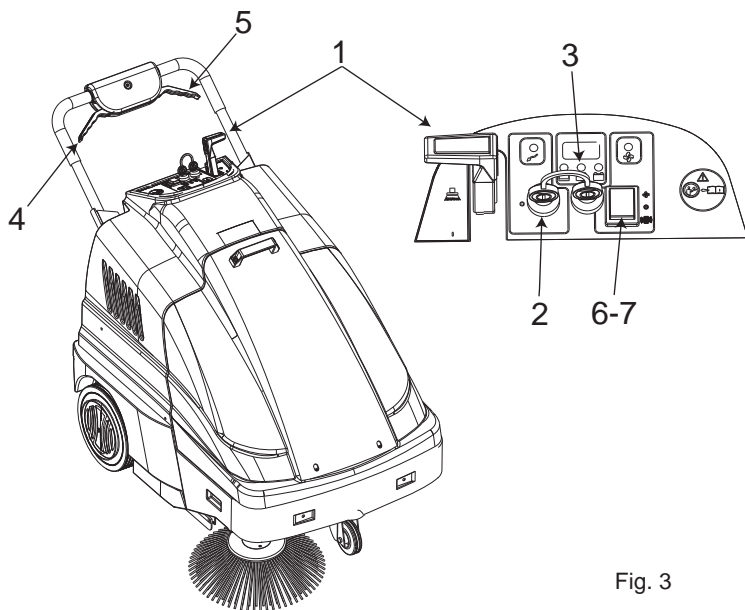

Fig. 3
- Breng de hendel voor het opheffen van de borstel (pos. 1 Fig. 3) in stand "0".
- Controleer of de zijborstel pos. 1 Fig. 3 in stand "0" staat.
- Zet de sleutelschakelaar pos.2 Fig. 3 in stand "I".
- Na het omdraaien van de sleutel wacht u ongeveer 10 seconden voordat de machine start. Controleer op het controlelampje pos. 3 Fig. 3 of de accu volledig is opgeladen voordat u begint te werken: is dit niet het geval, laad dan de accu op.
- Start de zuigunit door de schakelaar pos. 7 Fig. 3 in stand "I" te zetten.
Schakel de zuigunit uit door de schakelaar pos. Fig. 3 in stand "0" te zetten, wanneer de machine verplaatst moet worden.
- Trek aan de tractiehendel pos. 4 Fig. 3 en ga verder met de reiniging. Bedien indien nodig de hendel pos. 1 Fig. 3 door hem in stand "I" te zetten om de zijborstel in te schakelen. Zet aan het einde van het werk, de hendel van de zijborstel (indien gebruikt) in stand "0"; schakel de machine uit en verwijder de sleutels uit het instrumentenpaneel.
De oplaadduur van de accu is afhankelijk van het routineonderhoud en de mate van ontlading. Laat de acculading niet tot onder de limiet zakken die door de lampjes in pos. 3 Fig. 3 wordt aangegeven. Zodra het maximale ontladingsniveau is bereikt, stopt de machine en moet deze worden opgeladen voordat ze opnieuw kan worden gebruikt.